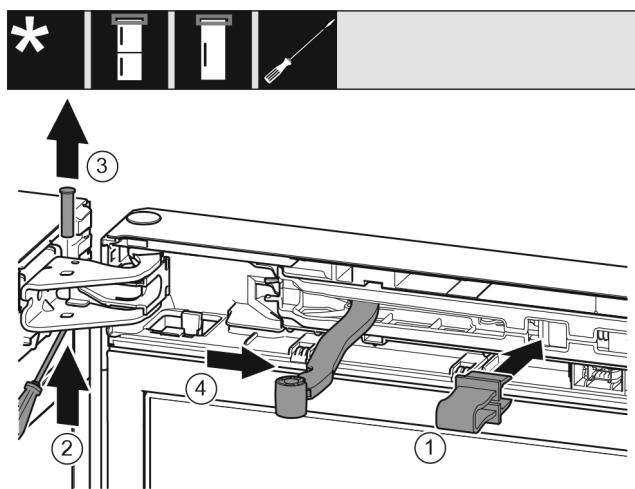

Fig. 6
- Фиксирайте предпазителя в отвора. Fig. 6 (1)
- С отвертката избутайте болта. Fig. 6 (2)
- Извадете болта нагоре. Fig. 6 (3)
- Завъртете шарнира в посока към вратата. Fig. 6 (4)